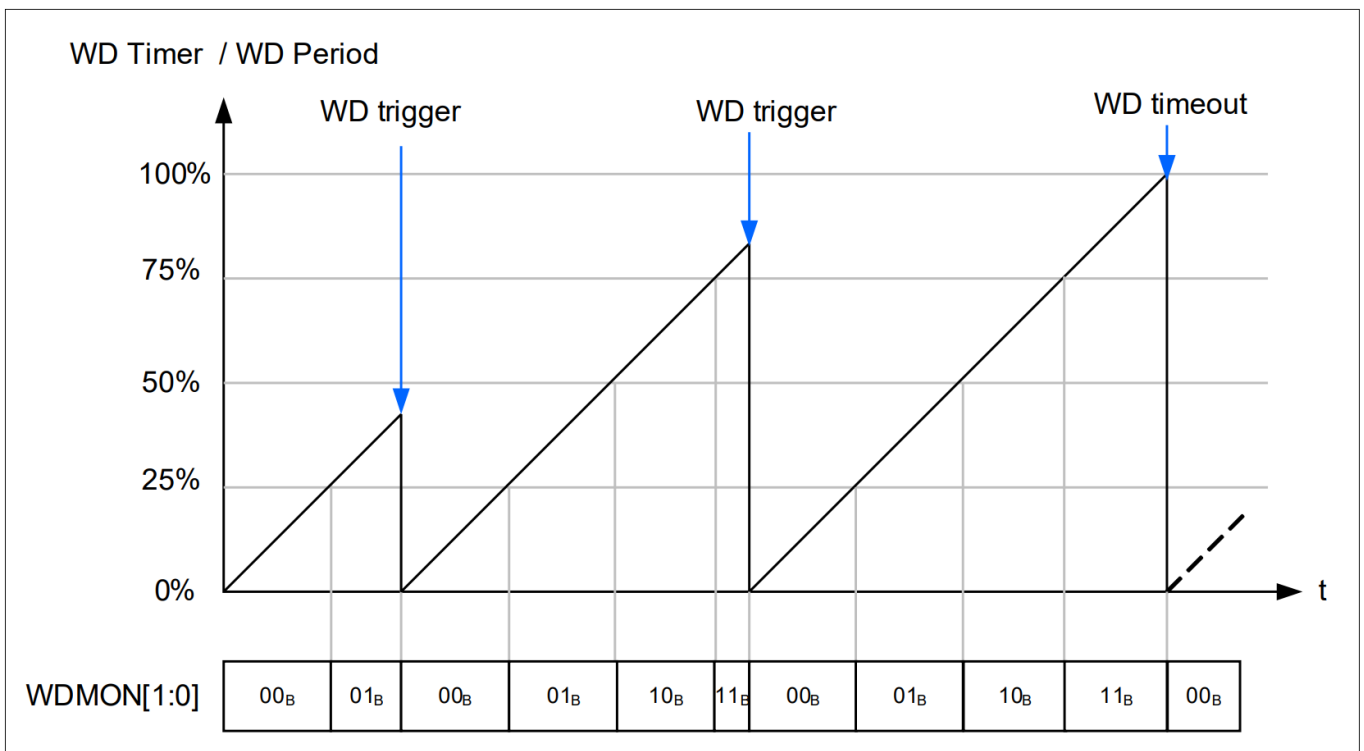

图 38 看门狗监控和看门狗超时示例
- 看门狗触发位在看门狗周期内未得到反转 (看门狗超时事件)。参见 **图 38**³⁾。
状态位**WDMON** [1:0] 报告看门狗定时器与看门狗周期的相对位置。参见**表 21** 和**图 38**。这允许检测与看门狗计时器相关的潜在故障：微控制器可以验证看门狗计时器正在运行。